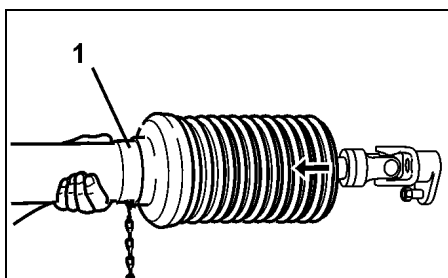

Fig. 14
- Dra av skyddsroret (Fig. 14/1).